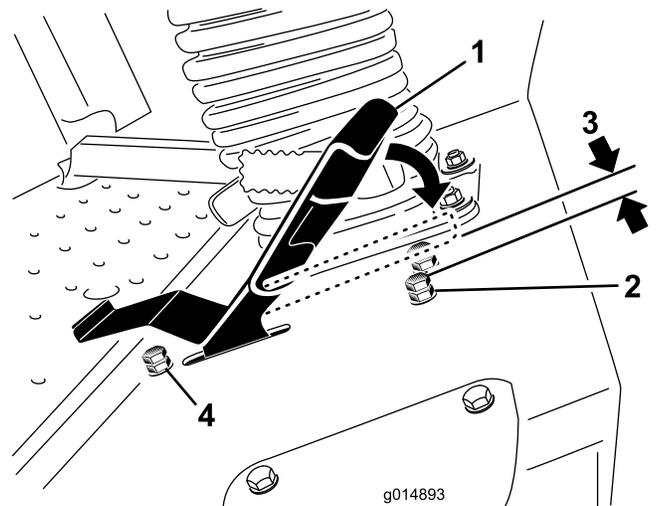

Bild 39
3. Lösen Sie für das Fahrpedal die Klemmmutter an der Anschlagsschraube (Bild 39).